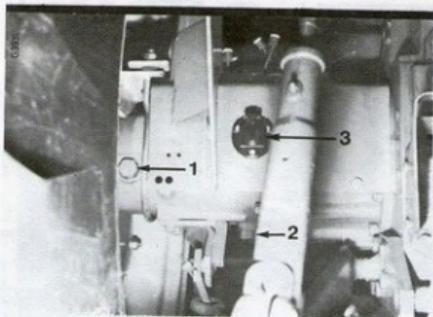

Fig. 76
Pour vérifier le niveau d'huile, retirez le bouchon (1) Fig. 76. Ajoutez au besoin du lubrifiant jusqu'à ce que le niveau parvienne à l'orifice de remplissage (1).